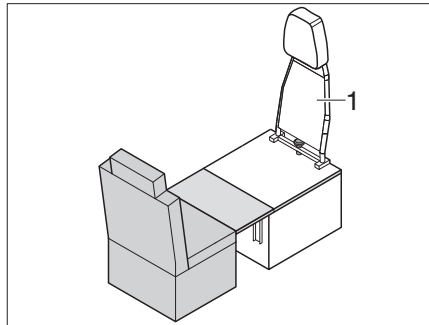

Fig. 225 Transformación del modo marcha al modo dormir
- Desmontar el respaldo (Fig. 225,1) del asiento individual (ver el capítulo 7.16.9).